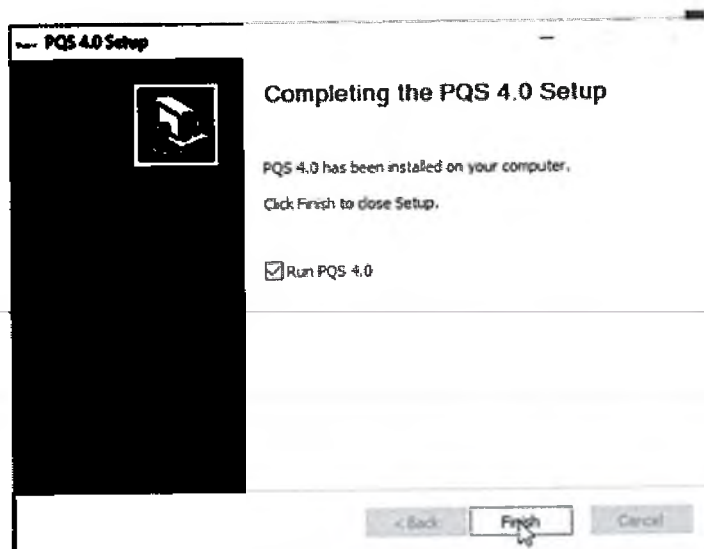

Рисунок 10
7.17.3 Последующее нажатие кнопки «Далее» позволяет продолжить настройку программы «PQS» (Рисунок 10).